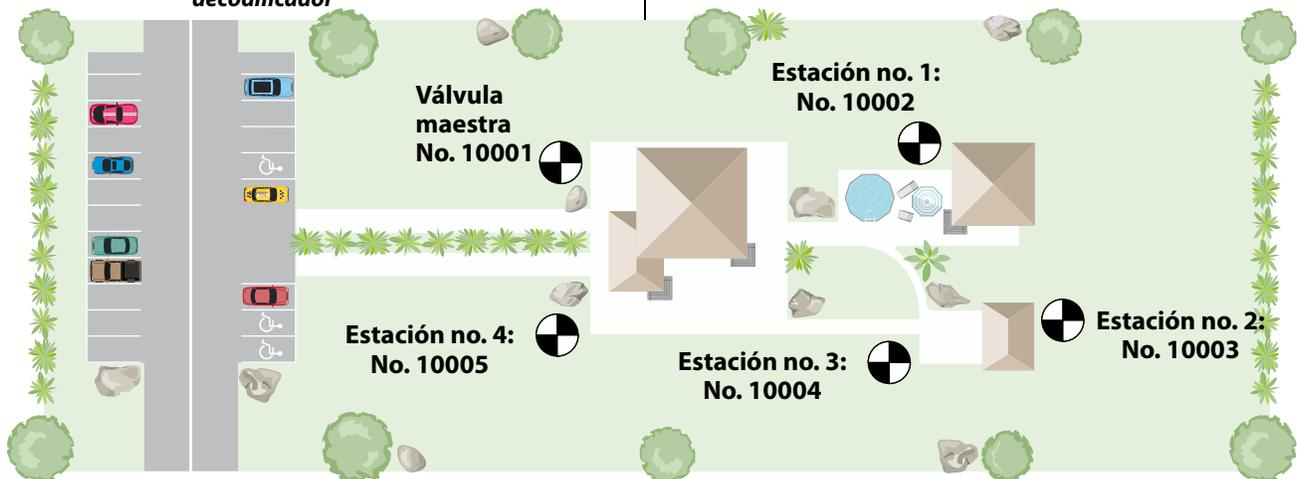

Figura 1: Ejemplo de disposición del sitio con válvula maestra
- Consulte la Figura 1 para ver un ejemplo de direccionamiento de decodificadores con válvula maestra.